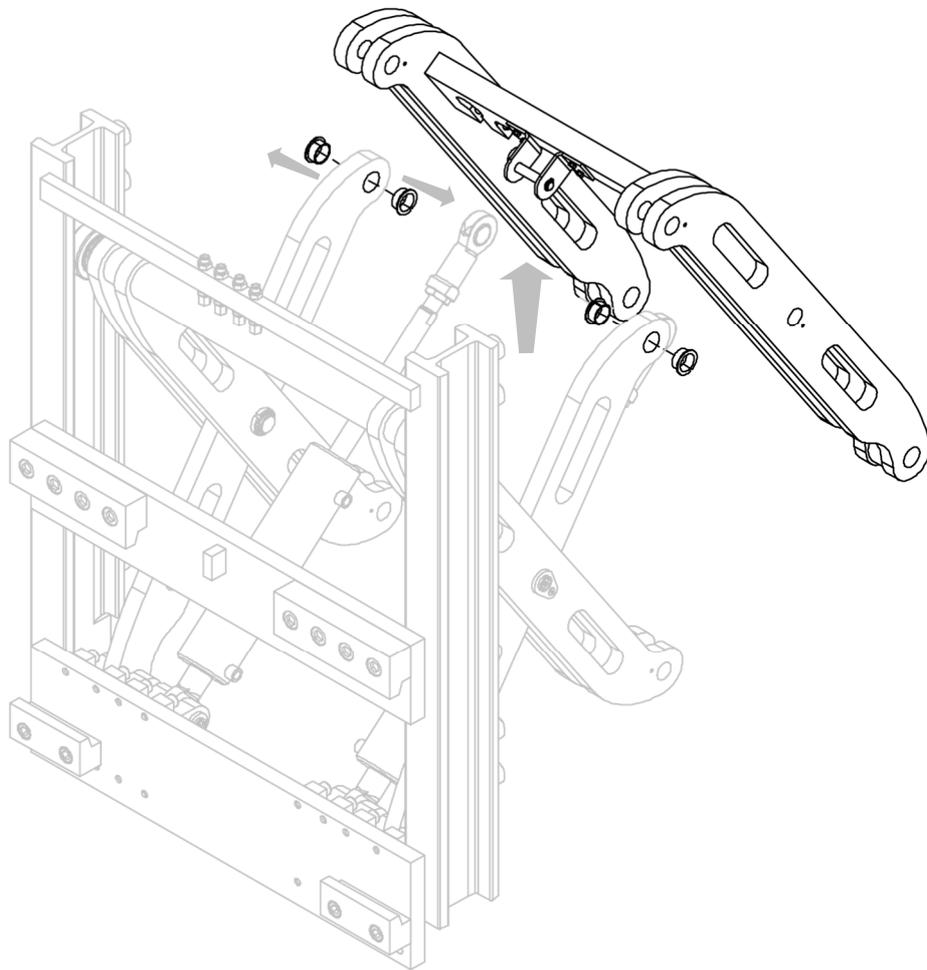

Figure 12
6. Retirer la paire de bras de l'équipement, avec les bagues d'oscillation correspondantes (voir Figure 12).